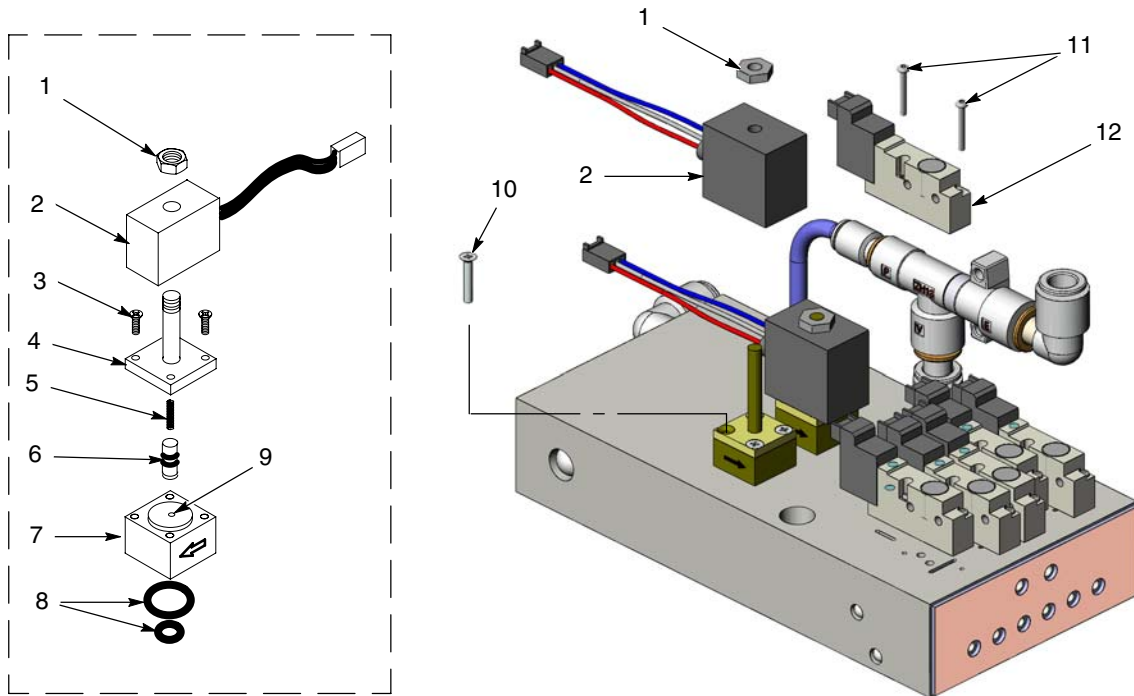

Abb. 42 Verteilerblock reparieren
1. Siehe Abbildung 42. Mutter (1) und Spule (2) vom Regelventil abnehmen.
2. Die zwei langen Schrauben (10) abnehmen, um das Regelventil vom Verteilerblock abzunehmen.
Siehe Abbildung 42. Zum Abnehmen des Ventils die Mutter (1), Spule (2) und die langen Schrauben (10) abnehmen.
Siehe Abbildung 42. Zum Abnehmen der Magnetventile die zwei Schrauben (11) im Ventilgehäuse abnehmen und das Magnetventil (12) vom Verteilerblock abheben.